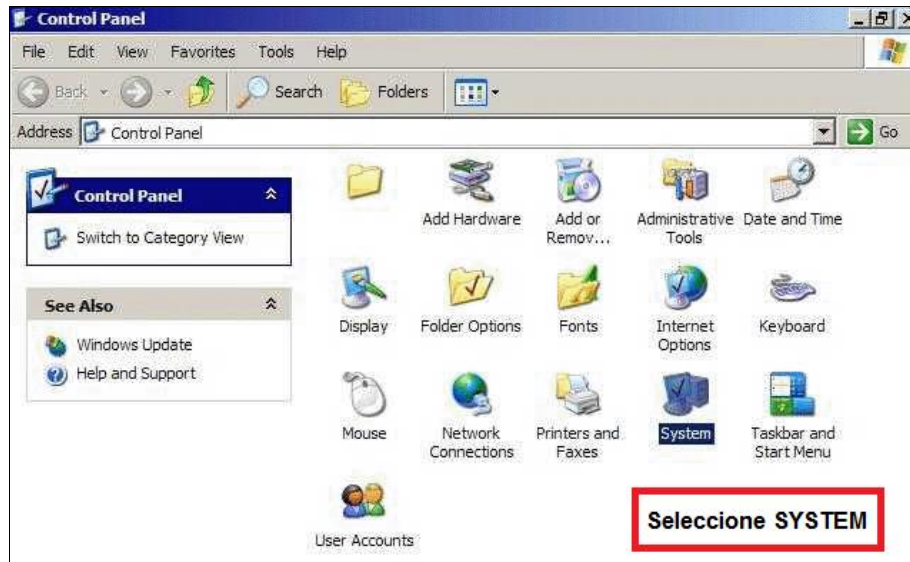

FIGURA 14.12.2
4. Haga doble clic en el icono de **System**. Ver Figura 14.12.2.